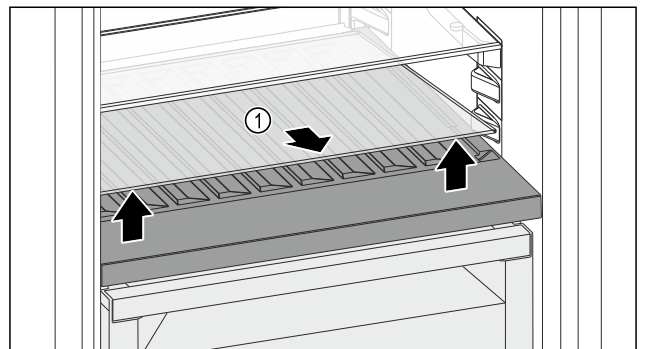

Fig. 153
- ▶ Glasplatte Fig. 153 (1) an der Aussparung vorne anheben und herausnehmen.
- ▶ Glasplatte Fig. 153 (1) außerhalb des Geräts sicher aufbewahren.
- ▶ Glasplatte (2) unter der variablen Flaschenablage einlegen.